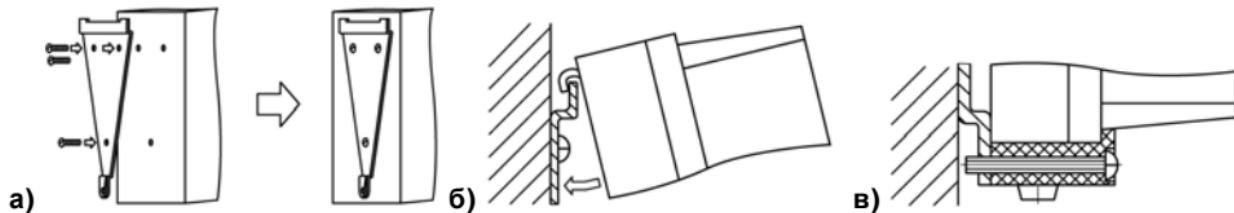

Рисунок 5.1 Монтаж прибора настенного исполнения Н
- 1) Закрепить кронштейн тремя винтами M4×20 на поверхности, предназначенной для установки прибора (см. Приложение А и рисунок 5.1, а).
- 2) Зацепить крепежный уголок на задней стенке прибора за верхнюю кромку кронштейна (рисунок 5.1, б)
- 3) Прикрепить прибор к кронштейну винтом M4×35 из комплекта поставки (рисунок 5.1, в).